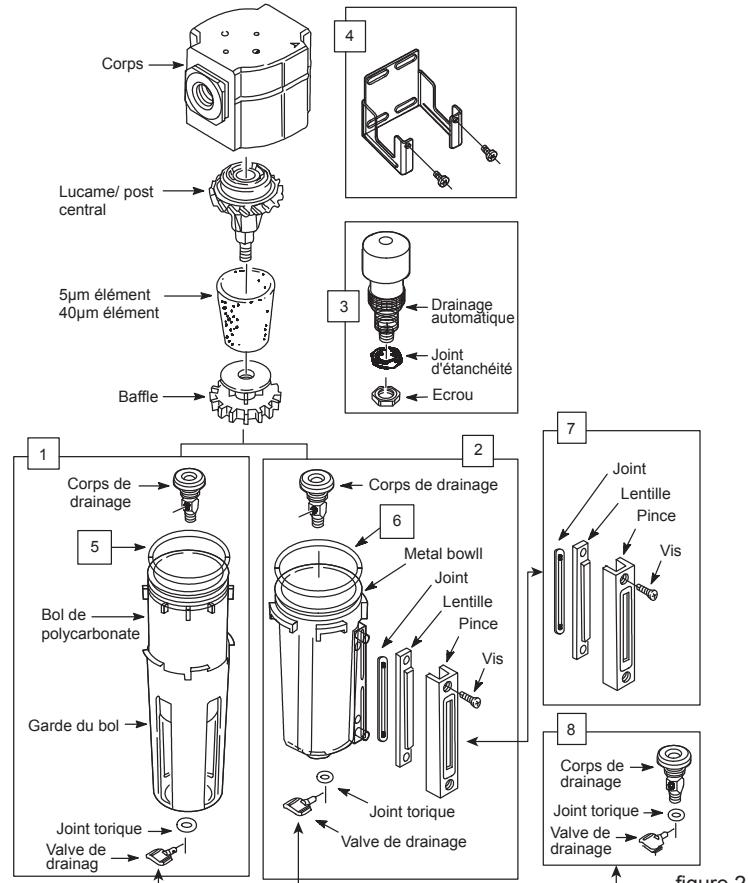

figure 2
## INSTRUCTIONS D'OPERATION (Voir la Figure 2)
- 1 Démontage (voir la figure 2)**
- Démontez conformément généralement aux pièces illustrées sur la Figure 2. Ne retirez pas le drain à moins que leur remplacement soit nécessaire. Retirez et remplacez seulement s'il y a des dysfonctionnements de la vidange ou la conversion à la vidange automatique (4ZK19A).
- 2 Nettoyage ( voir la figure 2)**
- 3 Assemblage (voir la figure 2)**
- Assemblez comme indiqué sur la Figure 2.